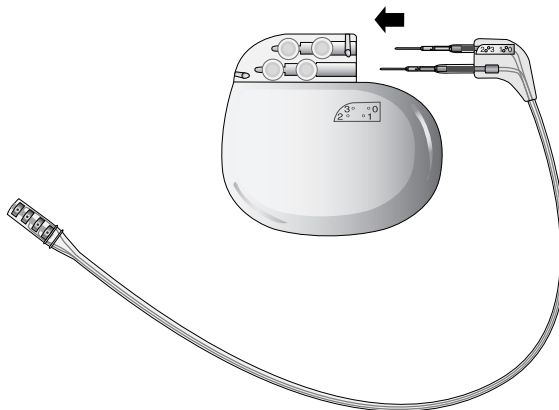

Abbildung 1. Führen Sie die Stifte des Verlängerungssteckers vollständig in den Neurostimulator ein
3. Führen Sie die entsprechenden Stifte des Verlängerungssteckers in die entsprechenden Buchsen des Neurostimulators ein, bis sie fest und sicher im Konnektorblock sitzen (Abbildung 1). Wenn beim Einführen der Stifte ein Widerstand spürbar ist, drehen Sie die Schrauben mit dem Drehmomentschlüssel (im Lieferumfang des Neurostimulators enthalten) zurück.